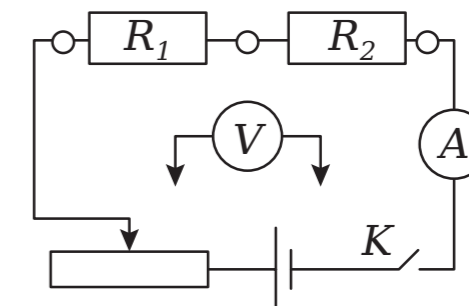

Рисунок 2.
4. Соберите электрическую цепь (рисунок 2). Установите сопротивление реостата на максимальное значение, выставив его ручку регулировки в крайнее положение по часовой стрелке.